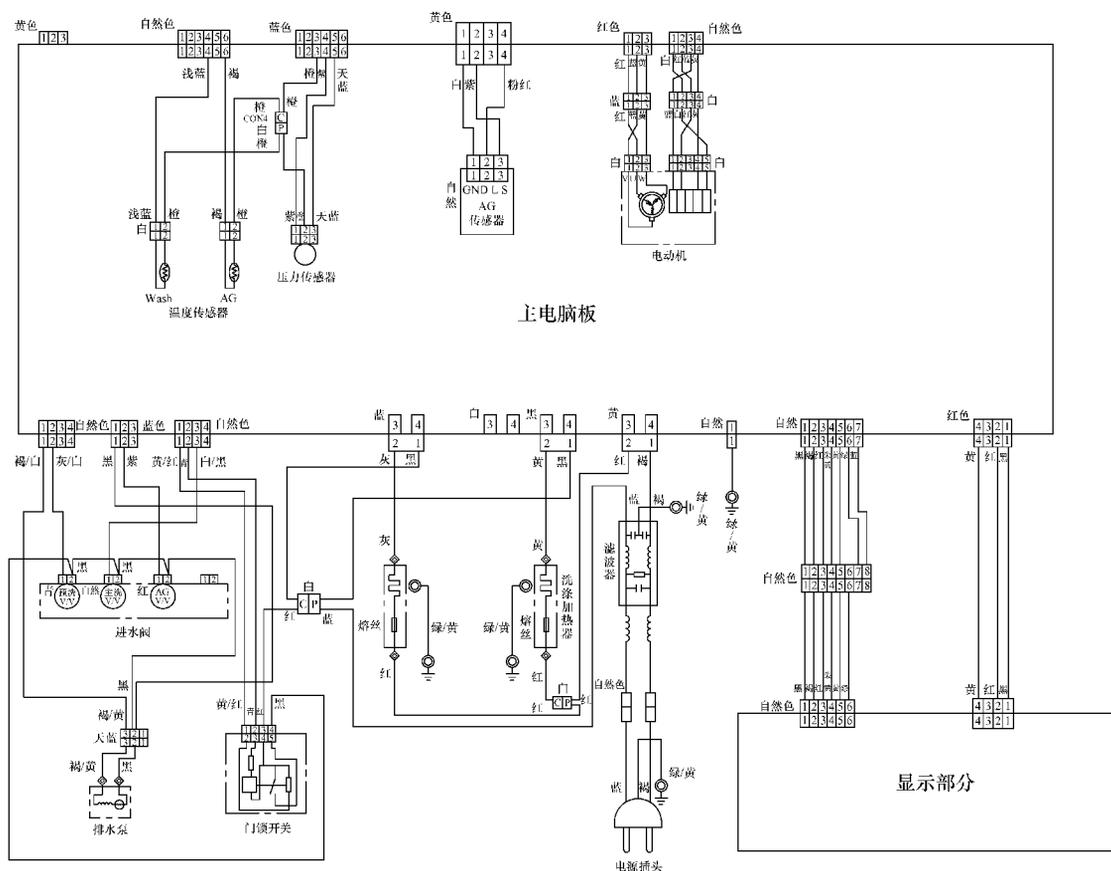

图 6-22 LG WD-T1228ADS 型滚筒式洗衣机电路原理图
**【附注】**LG WD - T1228ADS 型滚筒式洗衣机电路原理图如图 6-22 所示。